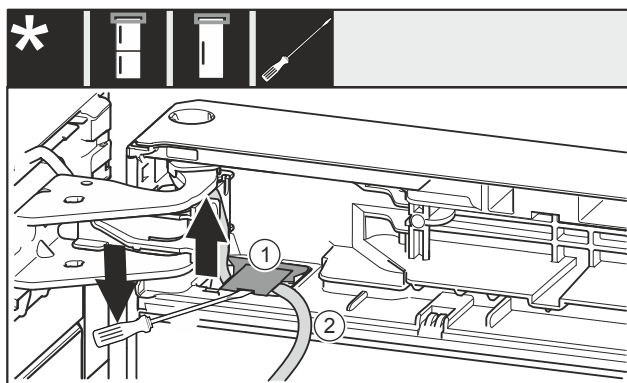

Fig. 24
- ▶ 使用带槽螺丝刀抬起盖板 Fig. 24 (1)，并将其拉出。
- ▶ 拉出电缆 Fig. 24 (2)。